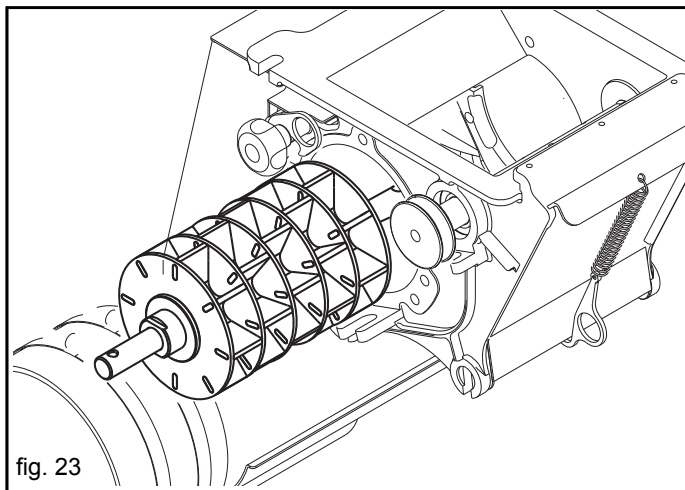

fig. 23
- 2) Handrad weit loesen oder ganz abschrauben. (Fig. 23) (siehe Kapitel 3.5.1).